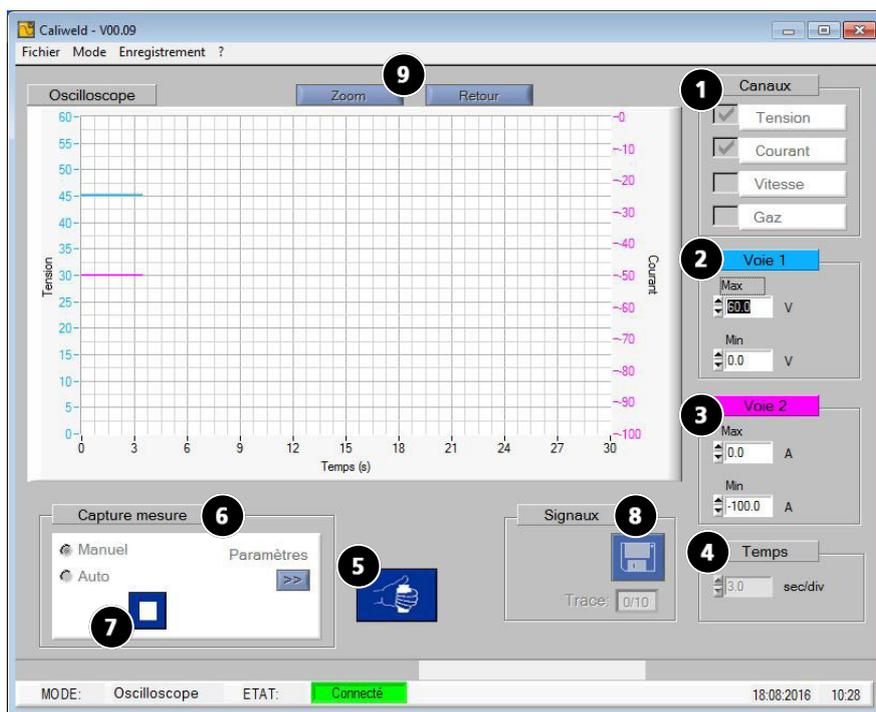
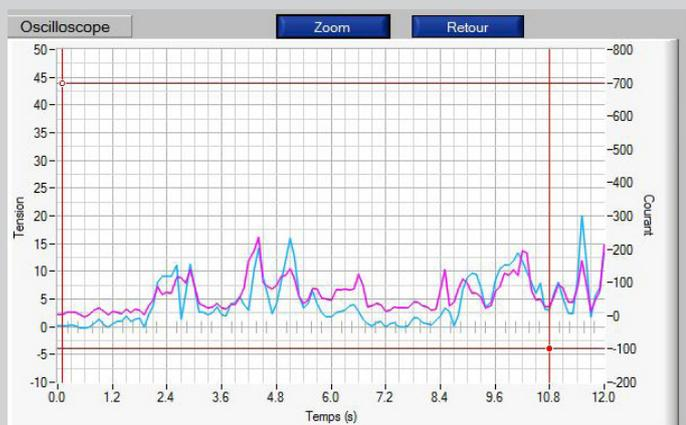
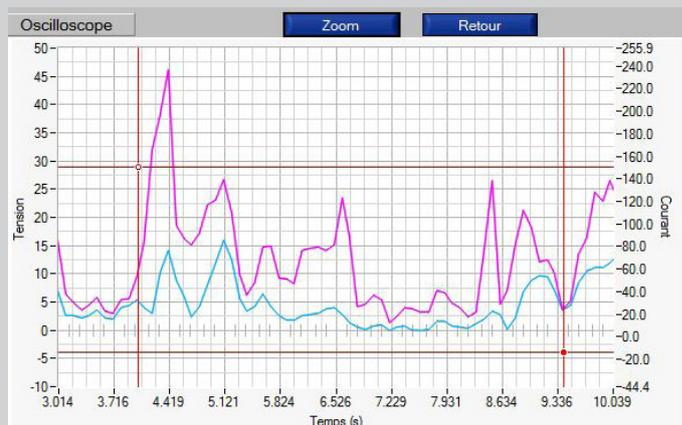

Fig.5 : page oscilloscope
Fig.6 : Graphique avant zoom
Fig.7 : Graphique après zoom
DESCRIPTION (Fig.5 : page oscilloscope)
Le mode OSCILLOSCOPE permet de sélectionner deux canaux de mesure, de les visualiser et de les enregistrer sur graphique. Ce mode complémentaire permet de focaliser sa prise de mesure sur un canal précis et de le comparer à un autre canal grâce à son graphique. Les éléments qui forment la page du mode Oscilloscope (Fig.5) sont :
- Une rubrique «Canaux» comprenant les 4 canaux mesurables ①.
- Deux rubriques «Voie 1» ② et «Voie 2» ③ s'affichent une fois qu'un ou deux canaux ont été sélectionnés. L'unité de mesure affichée dans chaque rubrique permet de vérifier que les voies représentent bien les canaux sélectionnés (ex fig.5 : La tension a été sélectionnée comme premier canal à mesurer, l'unité de mesure de la «Voie 1» est le Volt).
- Une rubrique «Temps» ④ permettant à la fois de modifier l'échelle du graphique, à la fois de choisir entre un enregistrement continu ou en balayage.
- Un bouton de commande du poste à distance «Lancement soudure» ⑤,
- Une rubrique «Capture mesure» ⑥, offrant la possibilité de choisir le mode de capture «manuel» ou «automatique». Le bouton paramètres >> permet d'accéder aux paramètres du mode «Capture Auto». La durée maximum d'enregistrement est de 30 secondes.
- Un bouton «Mémoriser», ⑧ permettant l'enregistrement des cordons de soudures.
- Et une fonction zoom ⑨ permettant de zoomer sur le graphique (se référer à la partie «Fonction zoom» ci-dessous).
Le logiciel offre la possibilité de zoomer sur l'oscilloscope. Pour ce faire, cliquer sur le bouton «Zoom» (⑨ Fig. 5) une première fois, 4 pointeurs du graphique (2 horizontaux et 2 verticaux) apparaissent. Utiliser ces pointeurs pour former un rectangle sur la zone à agrandir (Fig. 6). Puis cliquer de nouveau sur le bouton Zoom (fig.7). Pour un retour à la vue normale, il suffit de cliquer sur le bouton Retour.
Pour réaliser une capture manuelle, cocher «Manuel» dans la rubrique «Capture mesure». Apparaît alors une case START (7 fig. 5) qui devient une case STOP lorsque la capture est en cours. Pour commencer à enregistrer des mesures, activer le poste soit via la commande déportée (5 fig.5), soit via le poste en soudant, puis à chaque moment où une capture est souhaitée, appuyer sur la case . Un enregistrement de cordon est alors lancé. Pour stopper l'enregistrement, cliquer sur la case . Répéter l'opération jusqu'à obtention du cordon désiré ou du nombre de mesures souhaitées.
La capture peut se faire de manière automatique en cochant la case «Capture Auto» (6 fig. 5). Régler dans un premier temps les paramètres de soudage. De la même manière que pour le mode «Multimètre» on retrouve dans les paramètres de la capture automatique les éléments ci-dessous :
Le fonctionnement du mode automatique de l'oscilloscope est le même que pour celui du multimètre. Dans un premier temps, activer le poste soit via la commande déportée (5 fig.5) soit en lançant une soudure. Puis cliquer sur le bouton  (7 fig. 5). Le logiciel enregistre tout cordon dès que l'intensité ou le débit est supérieur à celle choisie comme seuil de déclenchement. Il stoppe l'enregistrement du cordon dès que l'intensité ou le débit est inférieur à celle du seuil de déclenchement. Deux événements permettent d'arrêter les mesures : l'utilisateur clique sur le bouton  (7 fig. 5) ou l'enregistrement atteint les 30 secondes.
À la fin de l'enregistrement, il est possible de mémoriser et d'afficher des enregistrements d'oscilloscope (jusqu'à 10 courbes max). Il suffit de cliquer sur le bouton  (8 fig. 5), de nommer l'enregistrement et de cliquer sur . Cliquer sur la case  pour valider l'enregistrement.